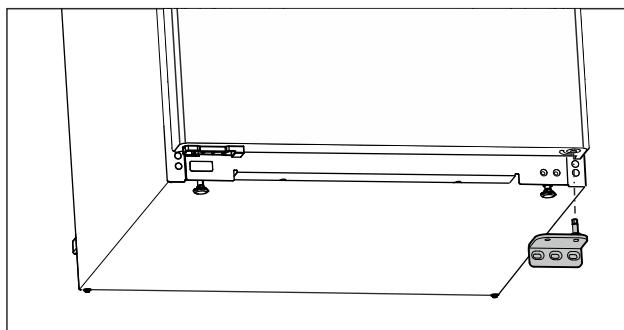

Fig. 12
- Зніміть опорний кронштейн у напрямку вниз. (див. Fig. 12)